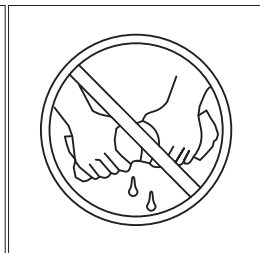

Fig. 25
3. Esprema o filtro de ar em um pano seco e limpo. Nunca torça o filtro [Fig. 25].